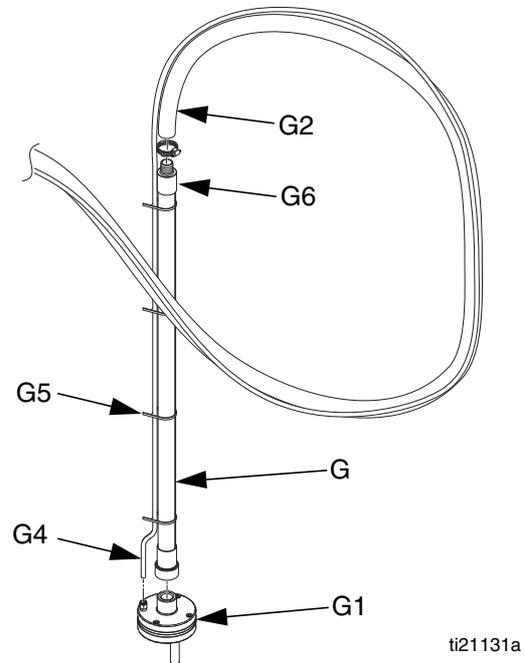

FIG. 8
6. Aplique sellador de tuberías en las roscas y, a continuación, conecte el tubo mezclador de acero (G) al cabezal del mezclador (G1). Consulte FIG. 8.
7. Conecte la manguera transparente de transferencia de vacío de 33 mm (1,3 pulg.) (G2) al tubo del mezclador de acero (G) y sujete con la abrazadera de manguera suministrada. Consulte FIG. 8.
8. Coloque la línea de aire con un diámetro externo de 3/8 pulg. (G4) junto a la manguera transparente de transferencia de vacío de 33 mm (1,3 pulg.) (G2) y sujete en varios puntos con los precintos suministrados (G5). Consulte FIG. 8.
**NOTA:** Si la acumulación de estática en el tubo de alimentación (G) es excesiva, instale el kit opcional de conexión a tierra del tubo de alimentación 24R708 en el extremo del tubo de alimentación (G6). Consulte FIG. 8.